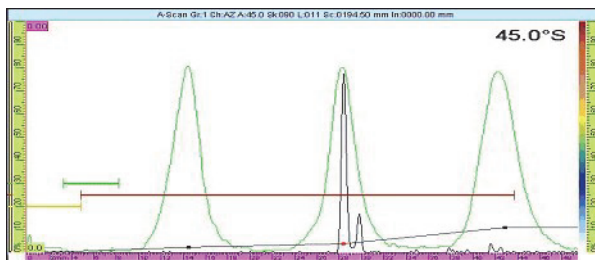

图 6-9 所有峰值都为 80 % 的包络
3. 在已校准的反射体上移动探头进行扫查，并验证是否所有峰值都达到了 80 %（参见第 169 页的图 6-9）。